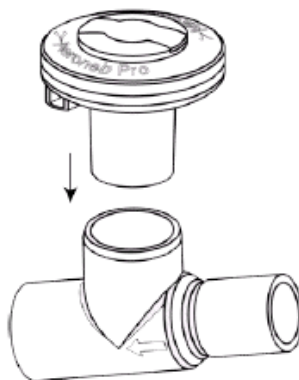

Рис.5. Соединение небулайзера с Т-образным адаптером.
4. Вставьте небулайзер в Т-образный адаптер легким нажатием (рис. 5)